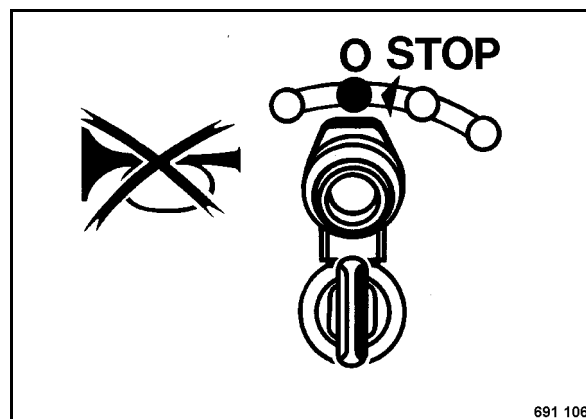

рис. 40
- Установить ключ зажигания (рис. 40) в положение "0" и вынуть его.